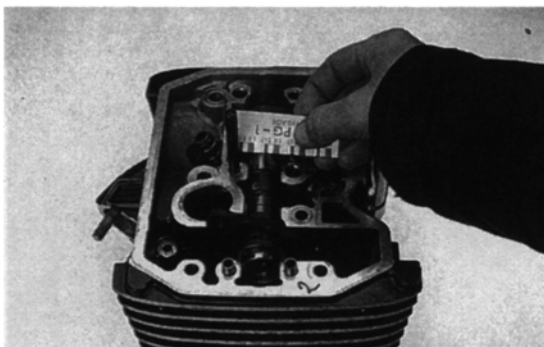

Bild 104
- Spiel der Nockenwellenlager mit Kunststoff-(Plastigage)-Streifen messen (Verschleissgrenze 0,15 mm). Dazu Mess-Streifen ins ölfreie geöffnete Lager legen, Lager schliessen und mit vorgeschriebenem Drehmoment anziehen. Welle nicht drehen! Nach Wiederöffnen Lagerspiel an Quetschbreite des Streifens ablesen (je breiter der Streifen, desto geringer das Spiel; siehe Bild 104). Bei Überschreiten der Verschleissgrenze Nockenwelle austauschen und Lagerspiel erneut überprüfen. Falls das Spiel noch immer Verschleissgrenze überschreitet, müssen Zylinderkopf und Lagerbock ausgewechselt werden, oder im Fachbetrieb in teuren Spezialverfahren ausgebucht oder aufgeschweisst werden.